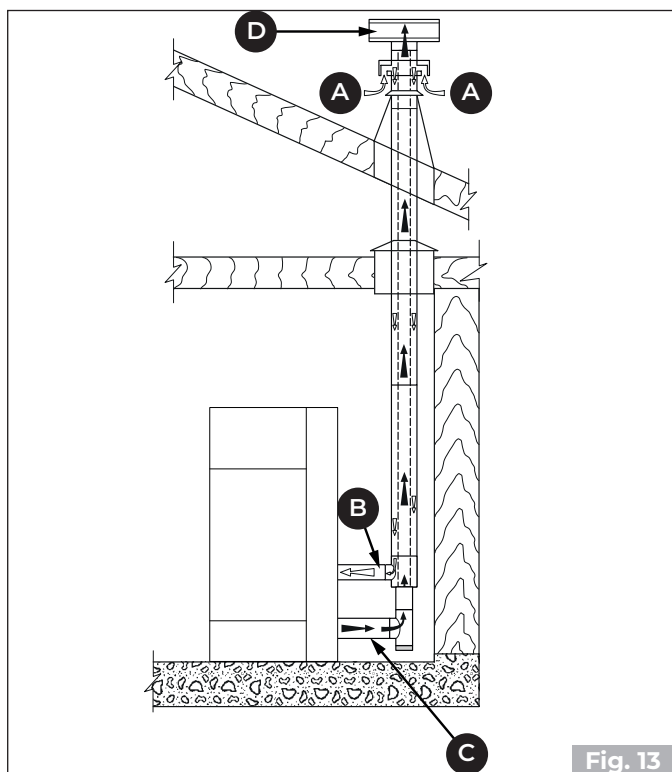

Fig. 13
- canaliser l'air de combustion en utilisant un tube d'échappement coaxial pour l'expulsion des fumées et le prélèvement de l'air (Fig. 11 - Fig. 13 - A, B = Arrivée d'air, C, D = Évacuation des fumées) ; il n'est donc pas nécessaire de faire une prise d'arrivée d'air classique dans la pièce.